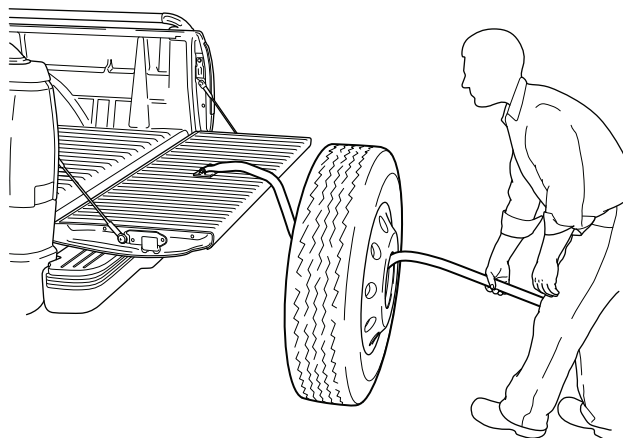

Figure 4
3. Insérez la chargeuse/le culbuteur de roue à travers la partie centrale de la roue et posez l'appui sur le hayon/plancher. Voir la Figure 4.